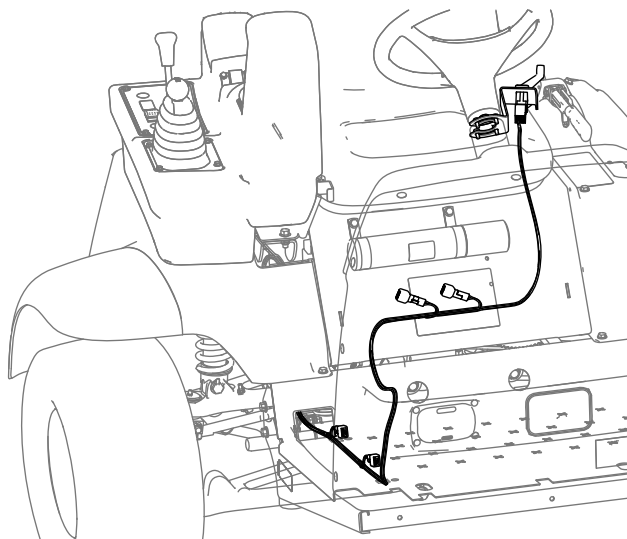

図 8
6. ハーネスを、パネル下からフロアプレートの上へ出し、ステアリングコラムへ導く (図 8)。